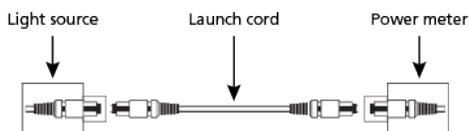

Abbildung 7. Referenztest
1. Setzen Sie eine Referenz zwischen der Lichtquelle und dem Leistungsmessgerät mit dem Vorlaufkabel (siehe Abbildung 7).